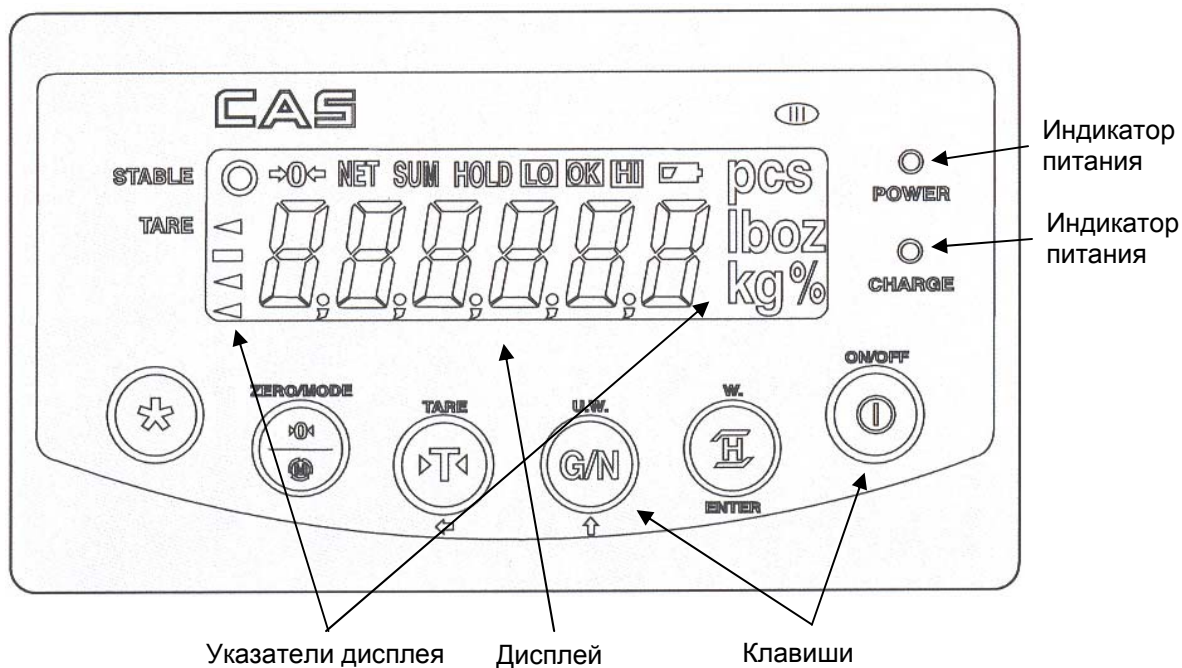

Рисунок 4.2 – Вид дисплея (со всеми включенными сегментами) и клавиатуры
Указатели дисплея (см. рисунок 4.2) служат для наглядного отображения на дисплее признака некоторого состояния весов (см. таблицу 4.2).
- Включите питание индикатора, нажав клавишу **ON/OFF** (см. рис. 4.2 и табл. 4.1).